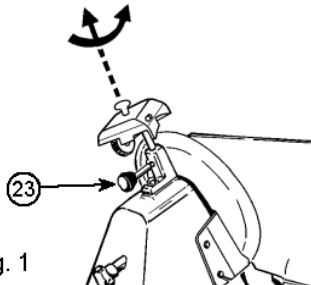
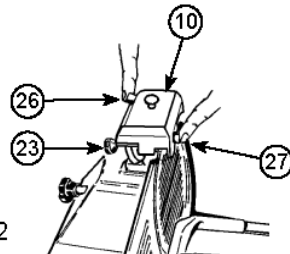

Fig. 1
Fig. 2
- Vérifiez que la cloison mobile est fermée (bouton gradué (6) en position "0").
- Desserrez le bouton de verrouillage (13) du module aiguiseur (9).
- Soulever le module aiguiseur (9), en le tournant de 180 ° de sorte que les deux roues soient en position de travail. Voir Fig. 1.
- Abaissez le module aiguiseur (9) jusqu'à ce qu'il s'enclenche.
- Fixez le groupe en tournant le bouton de verrouillage (13). Voir Fig. 2.
- Appuyez sur le bouton (5) et laissez la lame tourner pendant environ 1 minute.